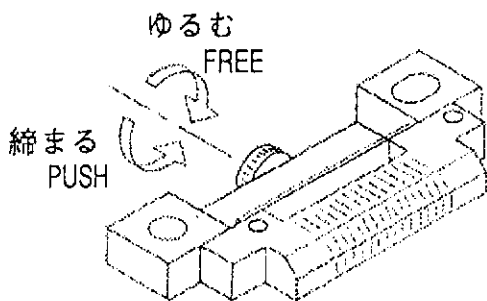
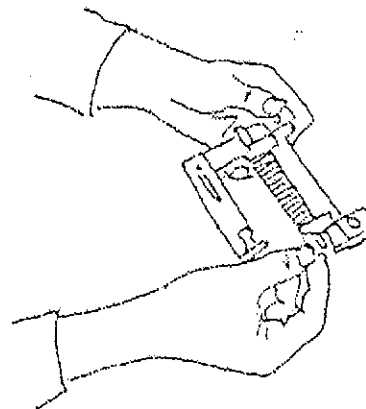

FIG. 5
FIG. 6
1) コネクタをセットします。ノブをゆるめてコネクタ押さえを自由にし、(FIG.5) コネクタをロケタに突き当たるまで入れ、(FIG.6) ノブを締め付けて下さい。
1) Make the connector pusher free by turning the knob. And insert the connector until it has touched to the locator. (see FIG.5, FIG.6)